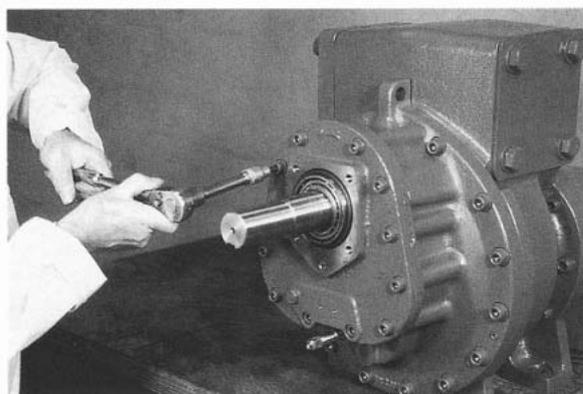

Рис. 18
7. Ослабьте шлицевые крепежные винты крышки редуктора. (Рис. 18)